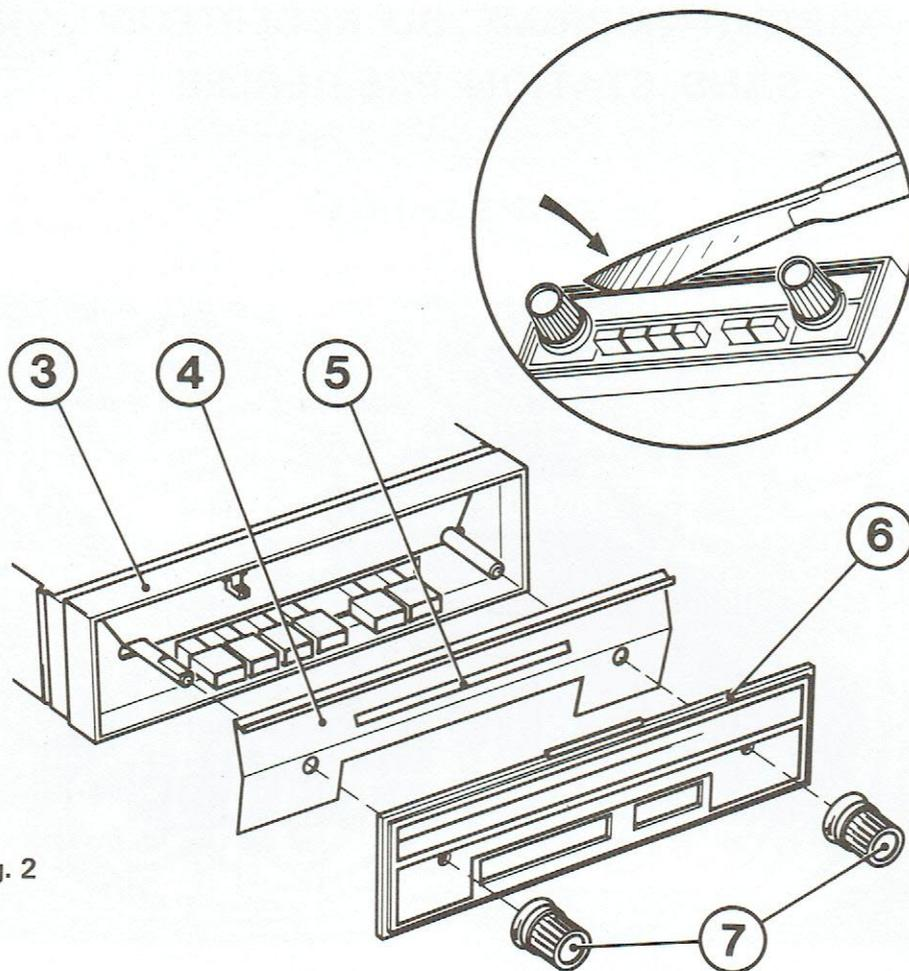

Fig. 2
B - REMPLACEMENT DU CADRAN (Fig. 2)
Faire levier pour dégager le cadran «6» (voir détail Fig. 2).
- 2° - Enlever le fond de cadran «4» (Fig. 2).